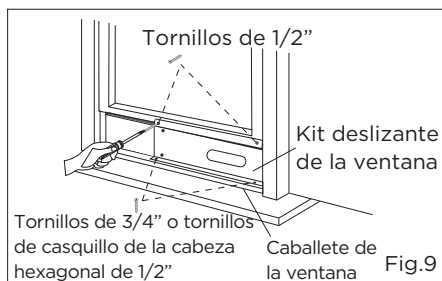

Fig.9
3. Cerrar el marco de la ventana con seguridad contra el kit deslizante de la ventana (Fig.9).
4. Apretar los dos tornillos 1/2\" para asegurar el kit deslizante de la ventana al marco de la ventana marco (Fig.9).
5. Asegurar el kit deslizante de la ventana al caballete de la ventana (Fig.9):